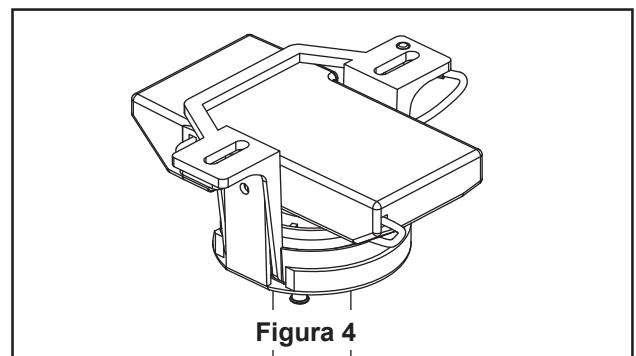

Figura 4
4. Enrosque el soporte de la varilla y alinee los orificios de la clavija de horquilla en ambas piezas. Instale la clavija de horquilla y asegúrela con la pinza de horquilla. Fije los dos tornillos de presión y las tuercas de seguridad en el soporte de la varilla interior. (Figura 4)
4. Levante cuidadosamente el ventilador y coloque el ensamble de la bola para colgar/varilla en la abrazadera para colgar que acaba de fijar a la caja de salida. Asegúrese de que la ranura de la bola esté alineada con la lengüeta de la abrazadera para colgar. (Figura 4)
5. Fije el cable de seguridad al cable de soporte para techo. Deslice la abrazadera de cables por el cable de seguridad (del ventilador). Pase el extremo del cable a través del aro que forma el cable de soporte para techo. Tire lo más posible del cable a través del aro. Inserte el extremo del cable en el orificio de la abrazadera y ajuste firmemente el tornillo. (Figura 4)
3. Una vez que se ha realizado la conexión, deslice el receptor en el soporte del colgador, teniendo cuidado de no pillar los cables. (Figura 4)
4. Apague su ventilador y vuelva a conectarlo a la fuente de alimentación. En 30 segundos tras la reconexión, pulse el botón de configurar ubicado en el interior del compartimento de las pilas durante 3 segundos. La luz parpadeará dos veces y el ventilador funcionará. El mando a distancia estará programado a su ventilador y estará listo para ser utilizado. (Figura 4)